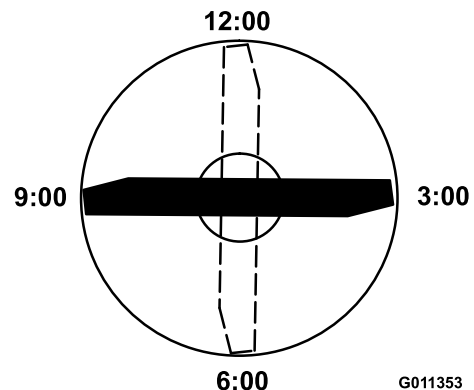

図 81
4. ブレードの印の付いているほうの端部を12時の位置車両進行方向に向け図 81、作業台の表面からブレードの切っ先までの高さを測定する。
5. 印の付いている端部を3時の位置と9時の位置に向けて図 81それぞれ高さを測定する。